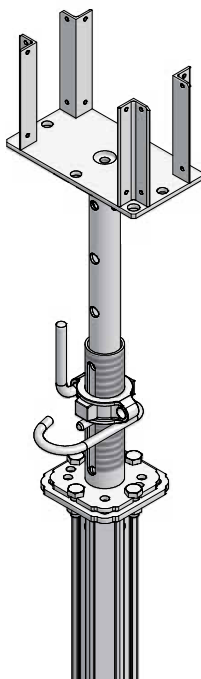

Abb. 10.3 Mit Trärgabel MEP
- 36 bis 81 cm mit Trärgabel (Abb. 10.3) plus Höhe des gewählten Jochträgers